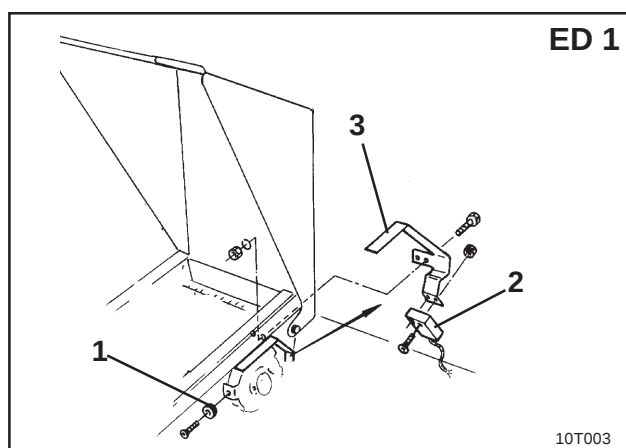
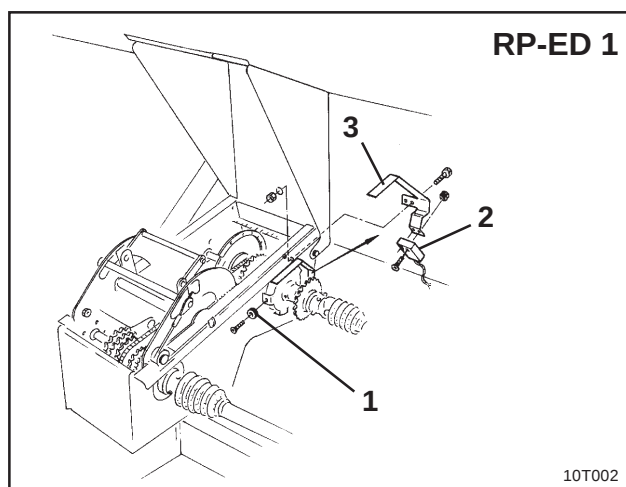

Fig. 6.4
Fig. 6.5
Sur les **ED 1** (fig. 6.4) et les **RP-ED 1** (fig. 6.5), fixez le capteur et l'aimant à l'entrée de la boîte de vitesse:
- Vissez l'aimant (fig. 6.4/1 et fig. 6.5/1) sur la rondelle émettrice d'impulsions en utilisant une vis M4 x 10.
- Pour fixer le capteur, desserrez le support à impulsions (fig. 6.4/3 et fig. 6.5/3) puis revissez-le après l'opération.
- Vissez le capteur (fig. 6.4/2 et fig. 6.5/2) sur le support à impulsions (fig. 6.4/3 et fig. 6.5/3).